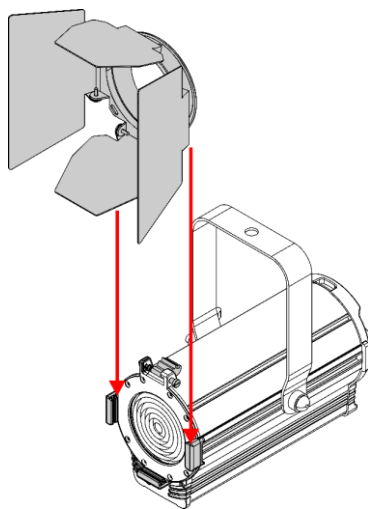

Fig. 08
- 02) Inserire la barndoor nel **telaio per gelatina (04)** (cfr. Fig. 08).